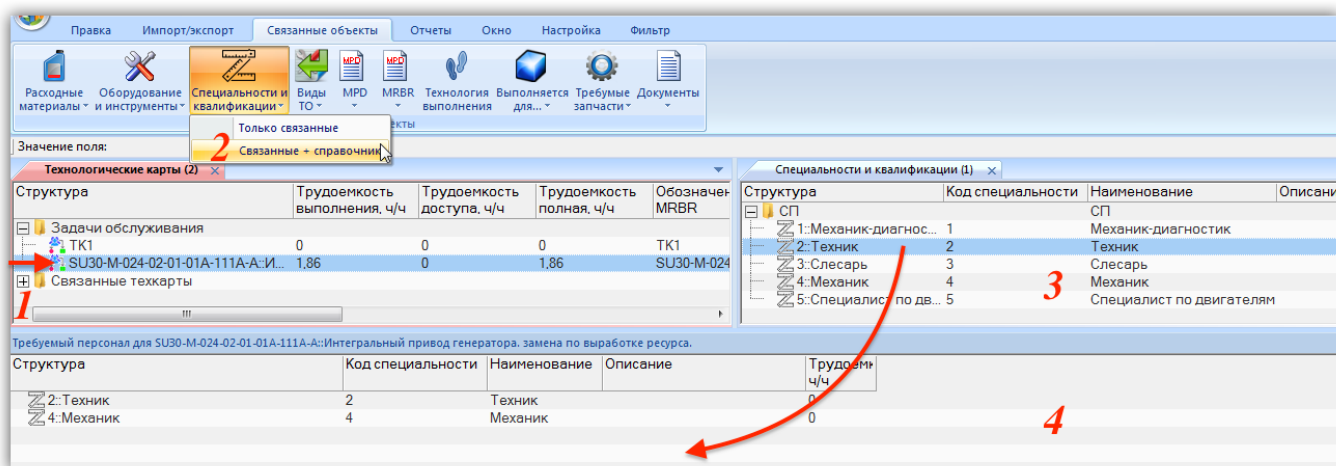

Рис. 12-61 – Требуемый персонал для ТК
- 1) Выбрать ТК в рабочем окне «Технологические карты» (1 на рис. 12-61).